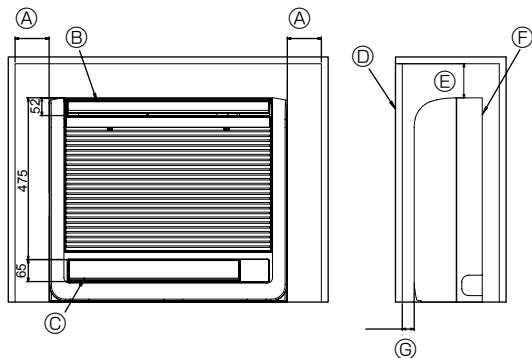

Fig. 6-1
6.1. 将室内机组嵌入墙内 (Fig. 6-1)
- ① 100 毫米或以上
- ② 上部出气口
- ③ 下部出气口
- ④ 栅栏
- ⑤ 100 毫米或以上